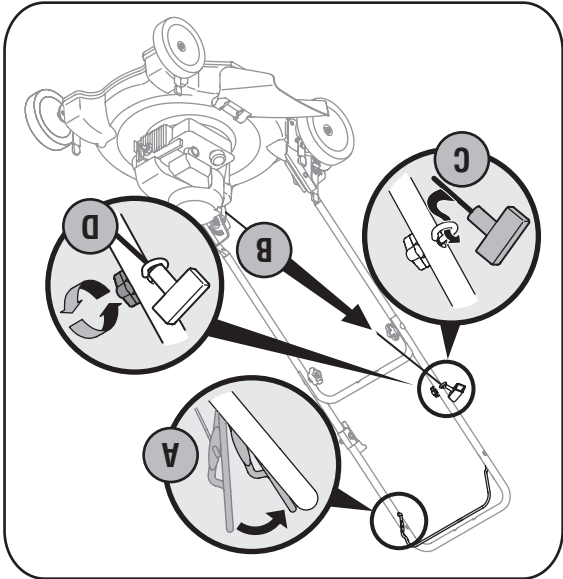

Figure 5
5. Installation du guide de la corde. Voir la Figure 5.